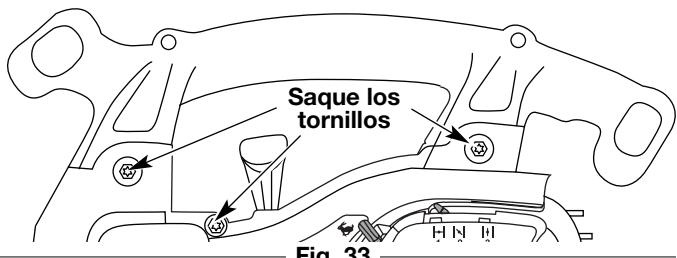

Fig. 33
1. Quite los 2 tornillos de la manija utilizando un destornillador de hoja plana, o un destornillador de cabeza torx del número T20, mientras sujetas las tuercas con una llave para tuercas de 3/8" (Fig. 33).
2. Saque el perno superior situado cerca de la manija de la cuerda del arrancador con las herramientas mencionadas en el paso 1 (Fig. 33).